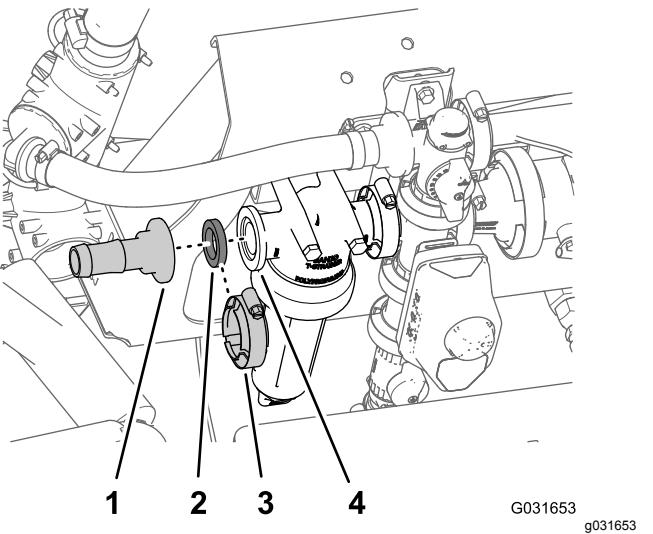

Figura 221
3. Retire la abrazadera para bridas que sujetaba el acoplamiento dentado recto y la junta a la brida del cabezal del filtro y retire el acoplamiento (Figura 221).